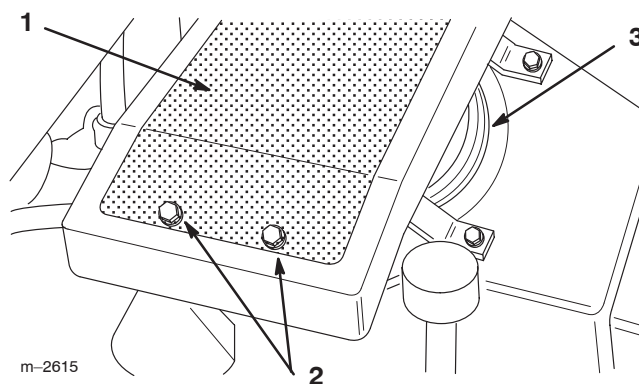

Figure 26
1. Déposez le refroidisseur d'huile du moteur (Fig. 26). Conservez toute la visserie.
2. Soufflez de l'air comprimé sur les ailettes, entre les ailettes et sur la grille du refroidisseur d'huile. Si la zone entre la grille et les ailettes est très étroite, déposez le refroidisseur d'huile de la grille. Retirez les deux vis de fixation (Fig. 26). Conservez toute la visserie.
3. Nettoyez l'admission d'air du moteur (Fig. 26).
4. Montez le refroidisseur d'huile sur le moteur avec la visserie retirée précédemment (Fig. 26).